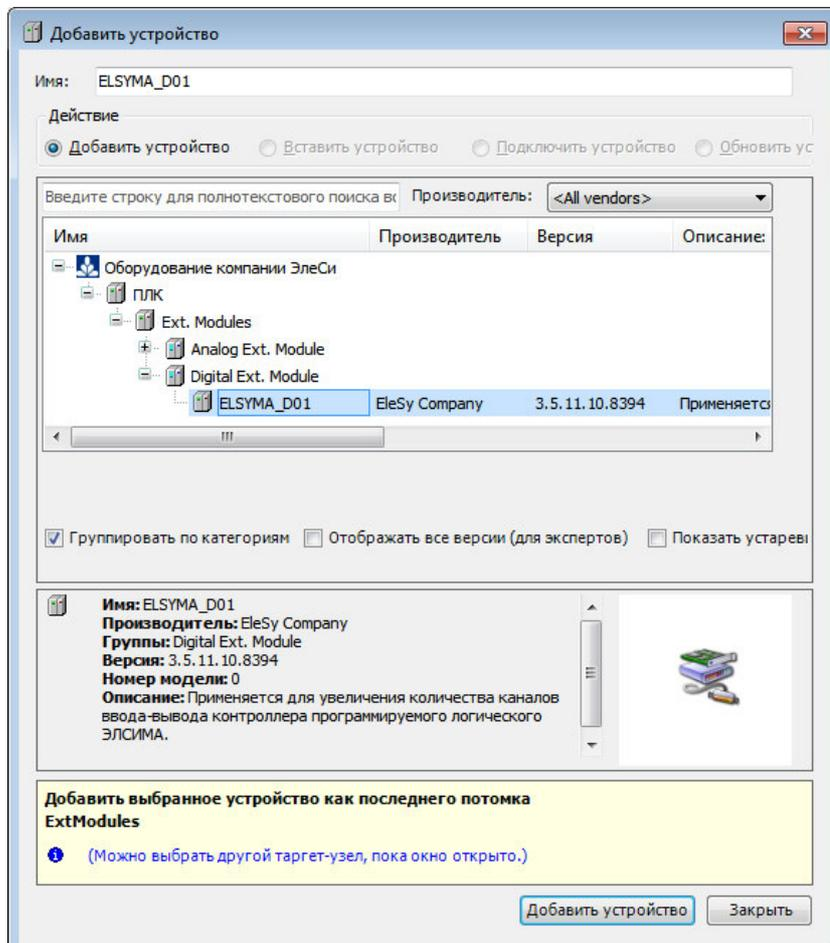

Рисунок 5.7 – Окно добавления устройств. Добавление цифрового модуля
4. Кликнуть правой кнопкой мыши по узлу *ExtModules* (находится в *ELSYMA\_M01*) и выбрать команду «Добавить устройство...» (рисунок 5.7). В поле